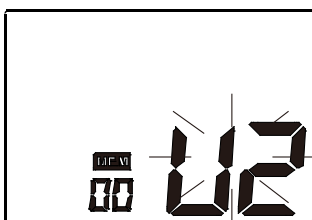
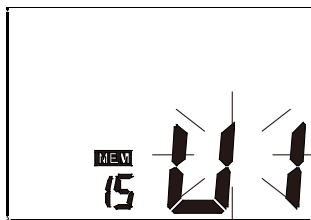

Abbildung 7-1
Abbildung 7-2
- b. Alternativ dazu kann auch im Uhrzeitmodus die Taste "MEM" gedrückt werden, um die gespeicherten Ergebnisse anzuzeigen. Die ausgewählte Speichereinheit blinkt und die darin gespeicherten Messergebnisse werden angezeigt. Siehe Abbildung 7-1. Durch Drücken der Taste "START" kann zur zweiten Speichereinheit gewechselt werden. Siehe Abbildung 7-2. Bestätigen Sie Ihre Wahl durch Drücken der Taste "MEM". Nach 5 Sekunden ohne Aktivität wird die ausgewählte Speichereinheit automatisch bestätigt.